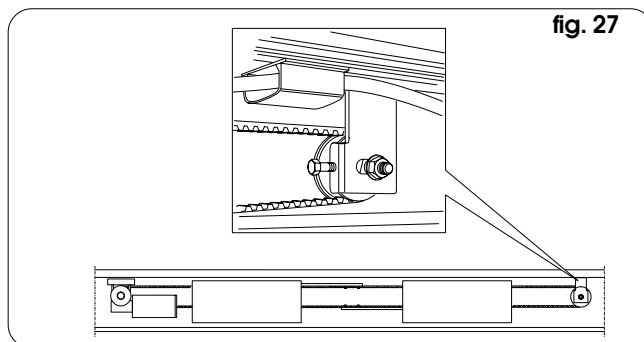

fig. 27
- Verificare che la cinghia non sia lenta o troppo tensionata, ed eventualmente agire sul dispositivo di regolazione di fig. 27: allentare il dado e regolare tramite la vite (avvitandola la cinghia si tende, svitandola la cinghia si allenta), poi ribloccare il dado.